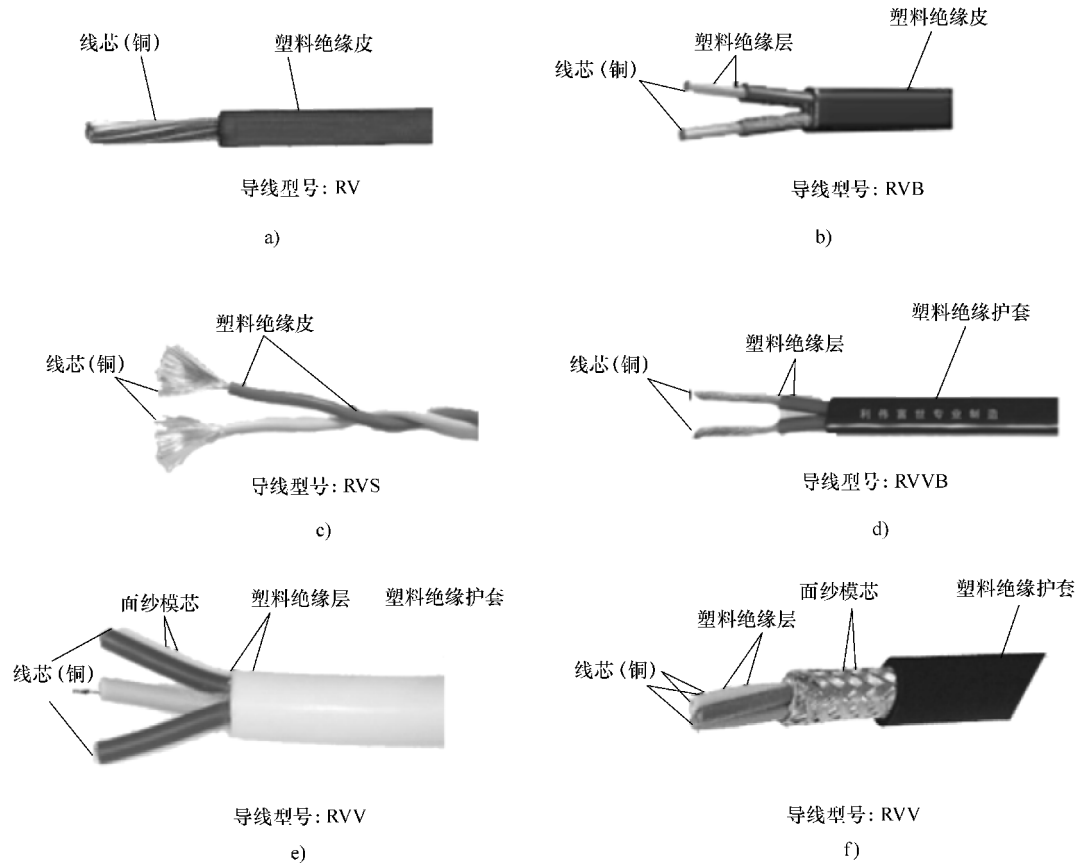

图 4-2 常见塑料绝缘软线的结构图
② 塑料绝缘软线的型号多是以“R”字母开头的导线，通常其线芯较多，导线本身较柔软，耐弯曲性较强，多作为电源软接线使用。如图 4-2 所示为常见塑料绝缘软线的结构图。